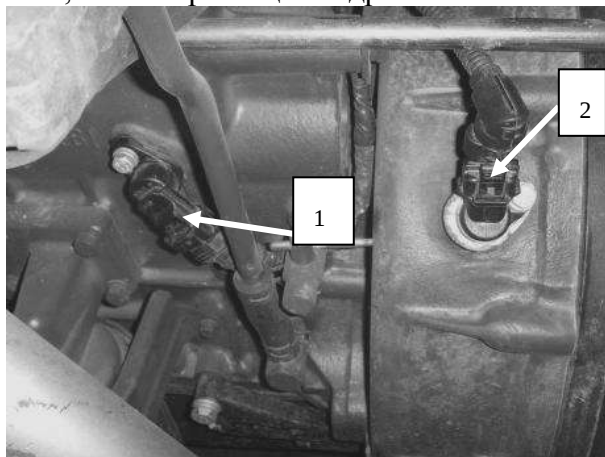

Рис. 5.5 Датчики частоты вращения коленвала и распредвала
5.1.5 Датчик частоты вращения коленчатого вала (поз.2, рис. 5.5)
5.1.6 Датчик частоты вращения распределительного вала (поз.1, рис. 5.5)